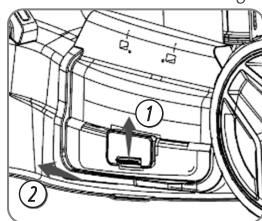
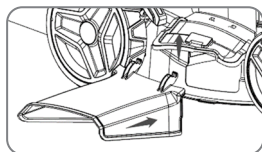

Fig. 3
Fig. 4
Ridicați zăvorul ieșirii laterale. Ridicați capacul ieșirii laterale (Fig. 3) și agățați jgheabul de evacuare laterală pe ax. Coborâți capacul și apăsați ferm pe jgheabul de evacuare laterală pentru a-l fixa (Fig. 4).
3. Fixați cablul pe ghidon cu ajutorul unei dreme pentru cablu (Fig. 3).
1. Fixați sacul pe cadrul metalic (Fig. 4). Asigurați-vă că este bine prins.